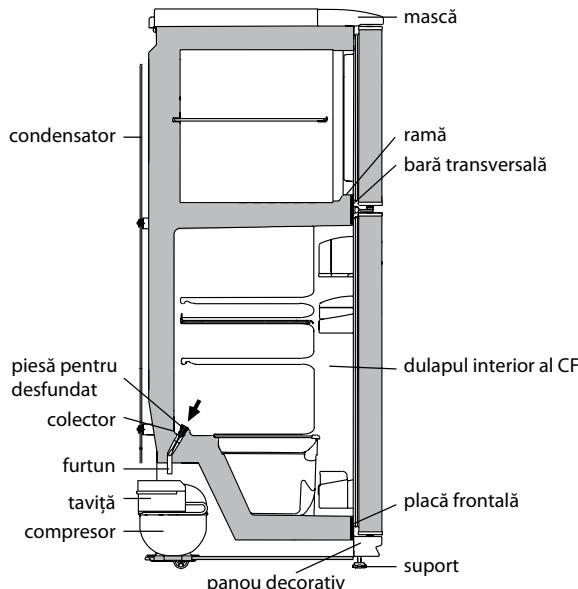

Figura 4 — Schema scurgerii apei provenite din dezghețarea CF
2.2.1 În CF funcționează un sistem automat de dezghețare. Bruma, care apare pe peretele din spate a CF, după deconectarea compresorului care lucrează în ciclu, se topește și se transformă în picături de apă. Picături de apă provenită din dezghețare se scurg în colector, apoi prin gaura acestuia și prin furtun - în taviță de pe compresor, în conformitate cu figura 4 și se evaporă. Gaura colectorului este dotată cu o piesă pentru prevenirea infundării sistemului de drenaj.
Prezența apei în colector indică infundarea sistemului de drenaj. Pentru eliminarea infundării folosiți piesa corespunzătoare și curățați gaura colectorului, astfel ca apa să se scurgă liber în taviță, apoi spălați piesa și instalați-o în conformitate cu figura 4.
SE INTERZICE să exploatați frigiderul cu sistemul de scurgere infundat. Apa care a apărut pe fundul CF sau care a ajuns în locul de alăturare a barei transversale și a dulapului interior al CF, în conformitate cu figura 4, poate provoca coroziunea dulapului exterior al frigiderului și elementelor agregatului frigorific, defectarea izolației termice, formarea crăpăturilor dulapului interior și defecțiunea frigiderului.
ATENȚIE! Nu permiteți scurgerea apei provenite din dezgheț din CC la decongelarea și curățarea acestuia, deoarece ea, pătrunzând în locul de alăturare a barei transversale și a ramei CC, în conformitate cu figura 4, poate provoca coroziunea dulapului exterior al frigiderului și a elementelor agregatului frigorific, defectând izolației termice, formarea crăpăturilor ramei și defecțiunea dulapului frigiderului.